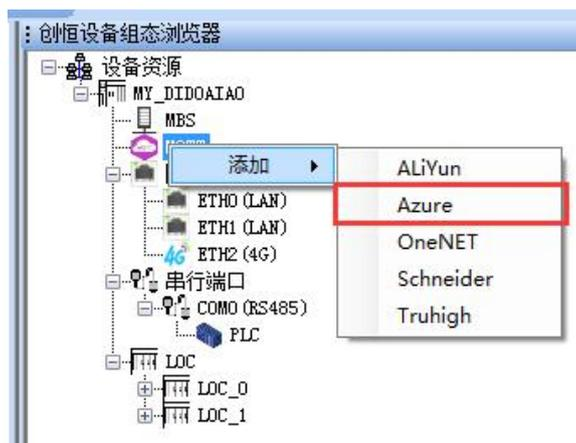

图 5-2-1
1. 首先，添加 MQTT 类型。右键点击 MQTT 在弹出的界面中依次选择“添加 MQTT”，选择 Azure，如图 5-2-1。